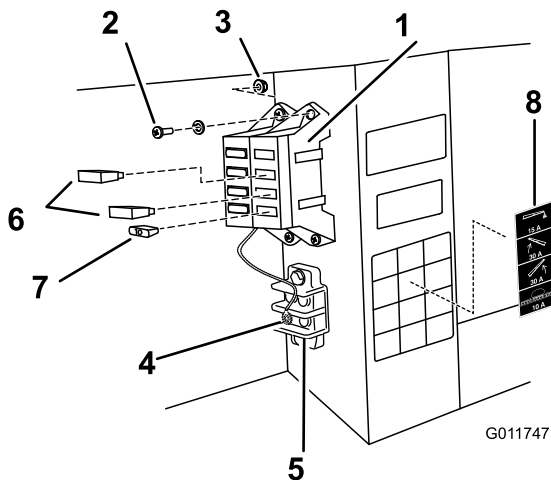

Figura 12
8. Conecte el cable negro de tierra al perno de 1/4 pulgada situado en el bastidor del vehículo, usando la arandela de estrella (Figura 12).
10. Instale el bloque de fusibles y el arnés de cables al bastidor junto al bloque de fusibles existente, usando los dos tornillos (N° 10-24 x 3/4 pulgada) y las dos contratuercas (N° 10-24) según se muestra en Figura 12.
A. Instale los dos disyuntores térmicos de 30 amperios en las ranuras de los fusibles de elevación de los brazos izquierdo y derecho (Figura 12).
B. Instale el fusible de 10 amperios en la ranura del sistema de pulverización (Figura 12).